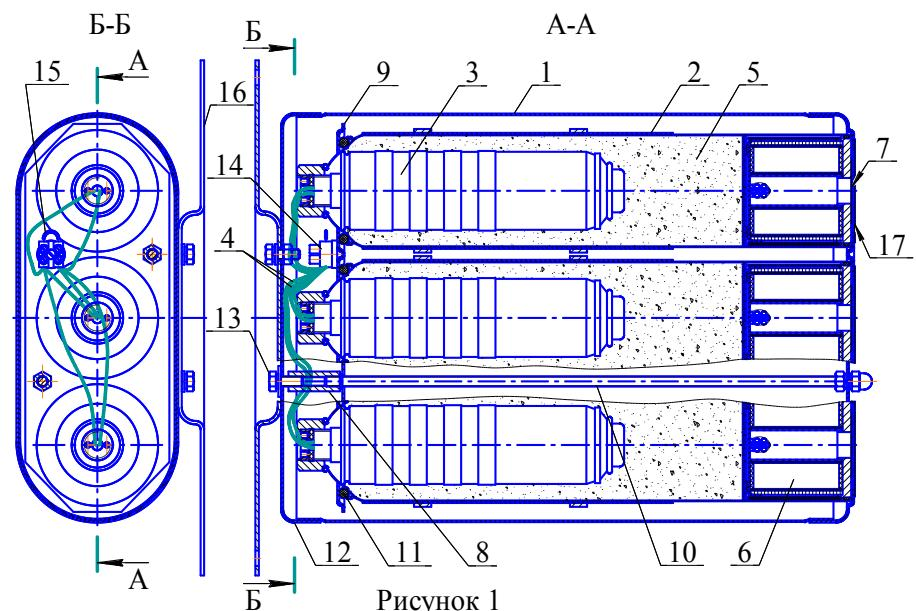

Рисунок 1
4.1.1 ГГПТ (см. рисунок 1) состоит из корпуса **1**, в котором размещены три сменных картриджи **2**, содержащих газогенерирующий элемент **3** с элементом электропусковым **4**. Свободный объем корпуса картриджей **2** заполнен таблетками охладителя **5**. Для очистки огнетушащего газового вещества от механических примесей в каждом картриidge установлен фильтр-сепаратор **6**. Выходное отверстие фильтра-сепаратора заглушено самоклеющейся пленкой ПВХ **7**. В верхней части корпуса **1** картриджи при помощи гаек **8** поджаты крышкой **9**. Соединение корпуса **1** с крышкой **9** производится шпильками **10**. Для компенсации воздействия вибрации между картриджами **2** и крышкой **9** установлены резиновые кольца **11**. Сверху ГГПТ закрыт крышкой **12**, которая закреплена болтами **13**, соединенными с гайками **8**. Оголенные концы проводов элементов электропусковых **4**, скрученных по одному проводу от каждого картриджа в две группы и залужёных после скрутки, закреплены в соединительной коробке (зажиме контактном винтовом) **14**. Выходные клеммы соединительной коробки **14** замкнуты проводом **15**. ГГПТ снабжен кронштейном **16**, который болтами крепится к боковой поверхности корпуса **1** или к крышке **11**. Для исключения разрушения самоклеющейся пленки ПВХ **7** при транспортировании, хранении и монтаже отверстия донной части
- снять с несущей поверхности ГГПТ с кронштейном 16 (см. рисунок 1), снять с ГГПТ крышку 12, отсоединить пусковой кабель и перенести генератор в комнату сборки;
6.1 Извлечь ГГПТ из упаковки, произвести визуальный осмотр целостности корпуса. Снять крышку 11 (см. рисунок 1), открутив болты 12. Проверить качество крепления оголенных концов проводов элементов электропусковых 4 в соединительной коробке 14.